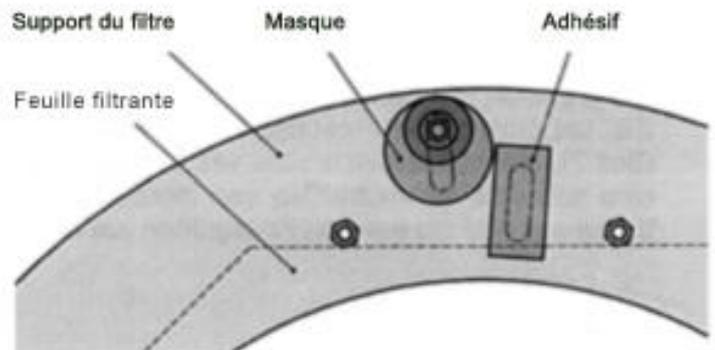

Figure 3
Avant la première utilisation de votre filtre, adaptez-le à votre télescope. Ceci se fait en faisant coulisser les quatre tiges dans les trous oblongs fraisés dans le support du filtre. Les filtres à compter de la taille 9 sont pourvus de 8 trous oblongs. Choisissez le jeu de trous en fonction du diamètre effectif du tube optique (figure 3.)
4. **Ne vaut que pour les filtres avec 8 trous oblongs (à partir de la taille 9):** lorsque les tiges sont fixées au travers des trous oblongs extérieurs, masquez les trous non utilisés avec les adhésifs fournis (voir figure 3.)